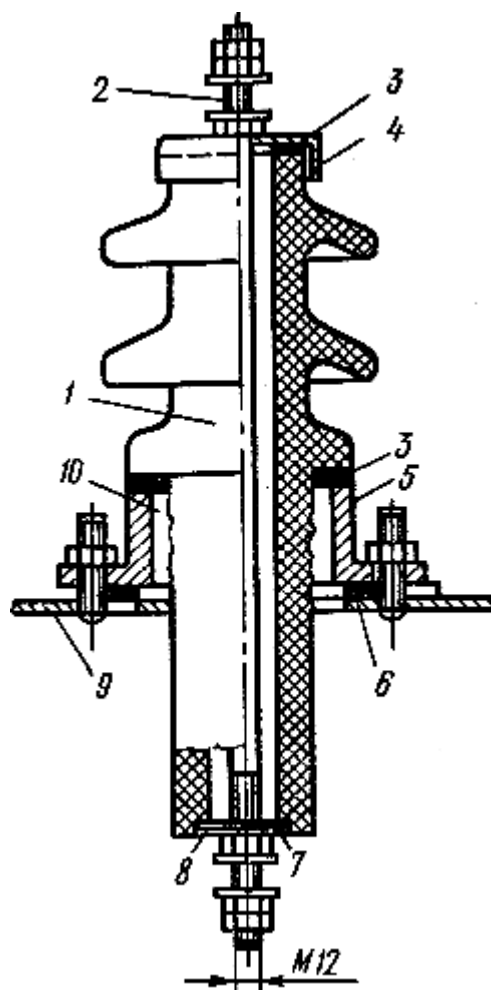

Рис.4. Армированный ввод 6-10 кВ наружной установки:
**Ремонт вводов.** Основные неисправности вводов (рис.4) следующие: трещины и сколы изоляторов, разрушение изоляторов, некачественная армировка и уплотнение, срыв резьбы контактного зажима при неправильном навинчивании и затягивании гайки. При значительных сколах и трещинах ввод заменяется.